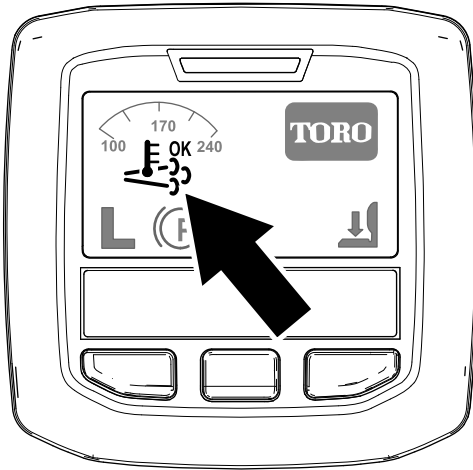

Figura 34
- Aparece el icono de regeneración de asistencia/restablecimiento en el InfoCenter (Figura 34).